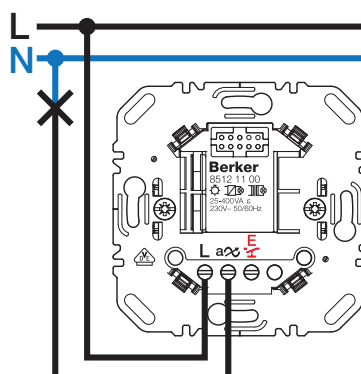

Bild 3: Schalteinsatz 1fach
- Schalteinsatz und optional Nebenstellen gemäß Anschlussplan (Bild 3 bis 6) anschließen.